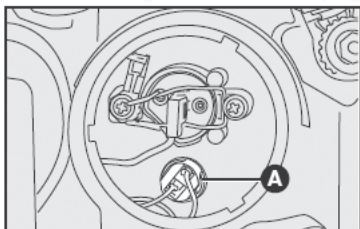

fig. 39
- 2) Jalar del portalámparas A-fig. 39 para quitarlo de su alojamiento;